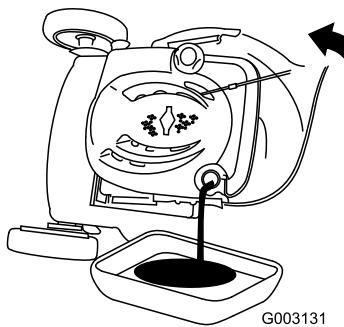

Figura 35
7. Incline la macchina sul fianco, con il tubo di riempimento dell'olio in basso, per vuotare l'olio usato attraverso il tubo di riempimento in una bacinella di spurgo (Figura 35).